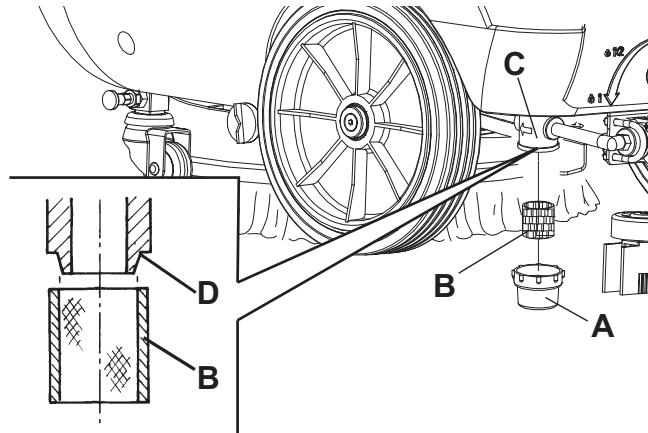

Figure 6
1. Vider le réservoir de la solution (27), en procédant comme indiqué au paragraphe spécifique.
3. Vérifier que le câble d'alimentation (21) est branché au réseau électrique.
4. Déposer le couvercle transparent (A, Fig. 6), puis déposer le filet filtrant (B). Les nettoyer et les reposer sur le support (C).
*Positionner correctement le filet filtrant (B) dans le logement (D) du support (C).*